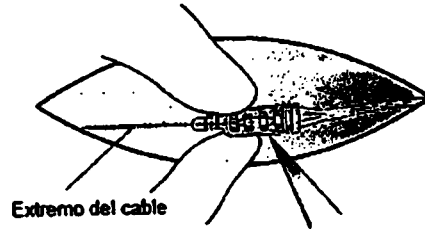

Figura 15. Corte la ligadura y la funda del conector para dejar al descubierto los tornillos de fijación.
4. Corte la ligadura distal del extremo del electrodo de la conexión. Corte la funda del conector que cubre los tornillos de fijación para dejar estos al descubierto (Figura 15).